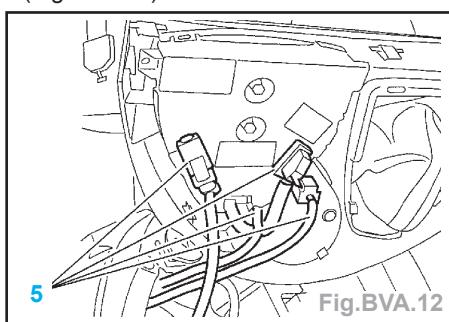

Fig.BVA.12
- Déclipper l'enjoliveur (2) de la commande de sélection en commençant par le bas.
- Déclipper le support de la façade de commande multifonctions (3) en tirant vers le haut.
- la façade de climatisation (4).
- Dégrafer les connexions électriques (5) (Fig.BVA.12).